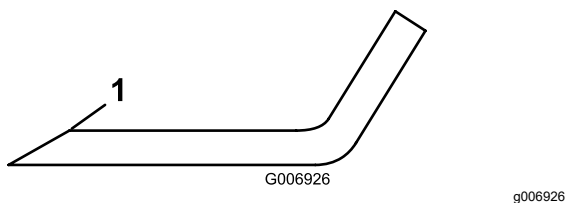

Figura 74
4. Inspeccione los filos de corte de todas las cuchillas, afílelos si están romos o tienen mellas, afile únicamente la parte superior del filo y mantenga el ángulo de corte original para asegurar un afilado correcto (Figura 74).